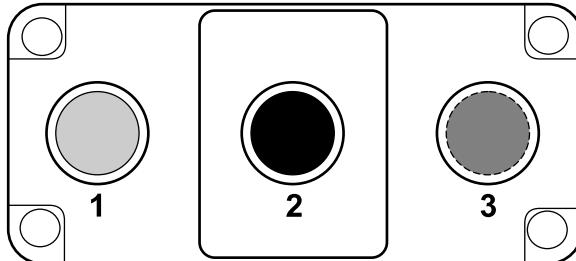
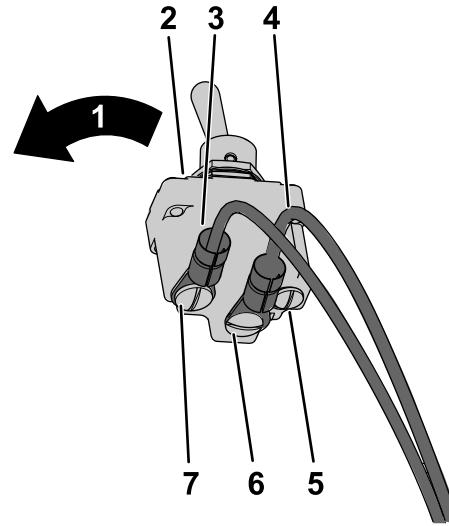

Bild 17
Bild 18
3. Identifizieren Sie die Positionen der Schalterklemmen, die Kabelbaumaufkleber und die Farben des Kabelbaums (**Bild 17**).
Hinweis: Der Schalter ist auf der Rückseite des Schalters federbelastet (**Bild 18**). Der Schalter ist zwischen den Klemmen 1 und 2 als Schließer ausgelegt (**Bild 17**).
4. Befestigen Sie das rote Kabel mit der Aufschrift BYPASS ENGAGE SWITCH 2 an den mittleren Überbrückungsschalter mit der Klemme 2 (**Bild 17** und **Bild 18**).
5. Befestigen Sie das graue Kabel mit der Bezeichnung BYPASS ENGAGE SWITCH 1 am hinteren Anschluss Nr. 1 (**Bild 17** und **Bild 18**) des Überbrückungsschalters.